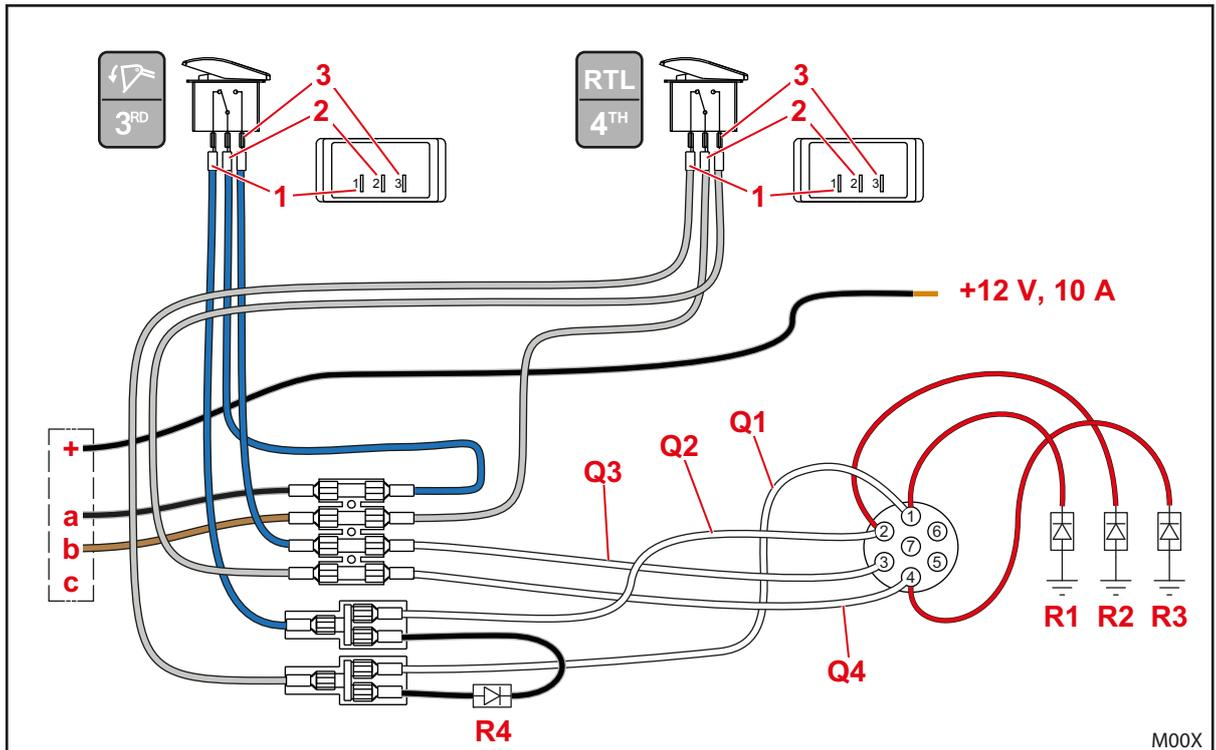

Fig. 6 Installazione elettrica – equipaggiamento per FZ-L (3° e 4° circuito di comando + svuotamento rapido + Return-To-Level con leva di comando a 2 tasti)
- (1) Preparare l'incasso dell'interruttore nel punto giusto con il telaio da incasso in dotazione (vedere 4.1.2.4 *Montaggio degli interruttori*).
- (2) Posare il cavo a, b, + dalla leva di comando (vedere 4.1.1 *Montaggio dei tasti sulla leva di comando*).
- (3) Collegare i diodi di spegnimento R1, R2, R3 ai morsetti 1, 2, 4 della presa (vedere anche 4.1.2.7 *Montaggio della presa*).
- (4) Posare il cavo verso la presa e qui collegarlo (vedere anche 4.1.2.7 *Montaggio della presa*) – Q1 al morsetto 1, Q2 al morsetto 2, Q3 al morsetto 3, Q4 al morsetto 4.
- (5) Collegare il cavo secondo Fig. 6.
- (6) Collegare il diodo di bloccaggio R4.
- (7) Per entrambi gli interruttori, condurre il cavo attraverso il telaio di incasso verso l'interruttore e collegarlo.
- (8) Collegare l'interruttore nel telaio di incasso.
- (9) Collegare il cavo + all'alimentazione di tensione (vedere 4.1.2.6 *Collegamento dell'alimentazione di tensione*).